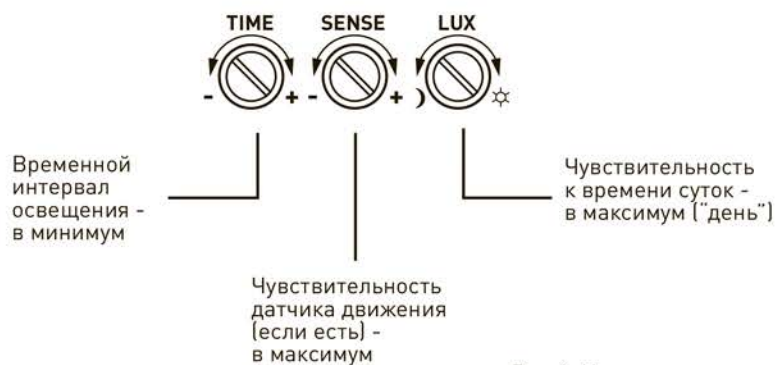

Рис.1. Начальные установки регулировок
- чувствительность датчика движения (радиус зоны чувствительности) – на максимум (⟨⟩⟩) (см. рис.1),